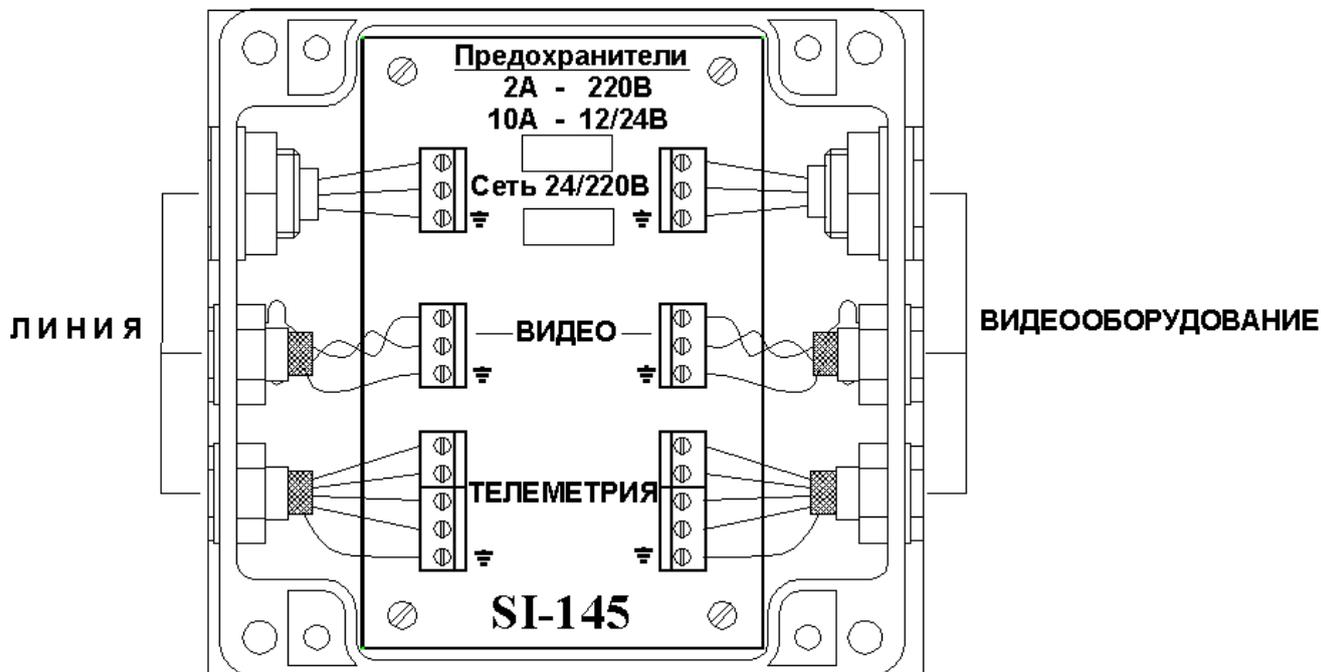

Рис.1
4.1. Схема подключения линий связи и электропитания к прибору приведена на рис.1.